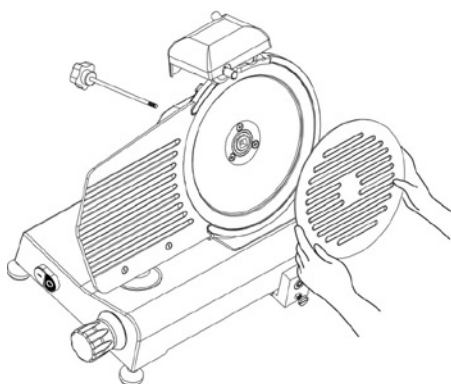

Fig. 6 – Démontage de la plaque couvre-lame
Dévissez le bouton de la barre de fixation (1) (voir fig. 6), Pour retirer la plaque couvre-lame (2).